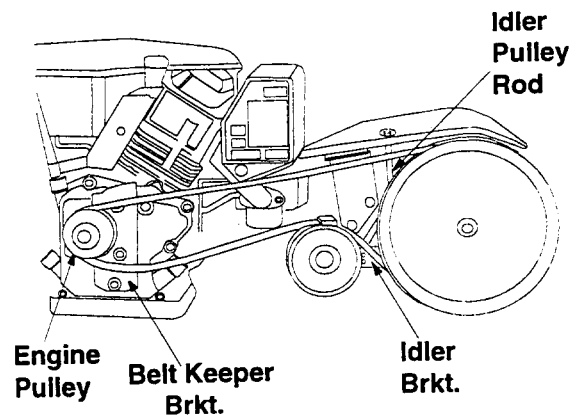

Figure 12
3. Retirez la goupille-épingle et la rondelle plate de la tige de la poulie de tension. Voir la Figure 12.
4. Déplacez la tige de la poulie de tension dans le trou le plus bas du support de la poulie de tension. Voir la Figure 12.
4. Démontez le support du guide qui se trouve derrière la poulie motrice en retirant les deux boulons hex. et les deux rondelles-frein. Voir la Figure 12.
**REMARQUE:** Lors du remontage, vérifiez que la courroie passe au-dessus de la poulie du tendeur et entre les dispositifs de retenue près de la poulie du tendeur. Voir la Figure 12.